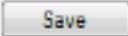

Figure 85 - Fenêtre Contact Information (Coordonnées)
2. Cliquez sur  ou cliquez sur **Next (Suivant)**. La Figure 85 s'affiche.